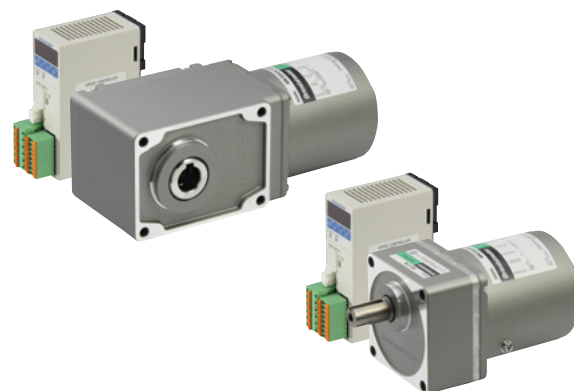

図1 DSCシリーズ
**DSC**シリーズは、従来のACスピードコントロールモーター（以下 従来品）ではできなかったインダクションモーターでの瞬時正逆運転や、外力によりモーター出力軸が回されてしまう巻き下げ運転などでの速度制御を、新しい制御技術で実現しました。また、デジタル速度設定や各種モニタなどができる操作パネルを本体に搭載し、使い勝手も向上しています（図1参照）。